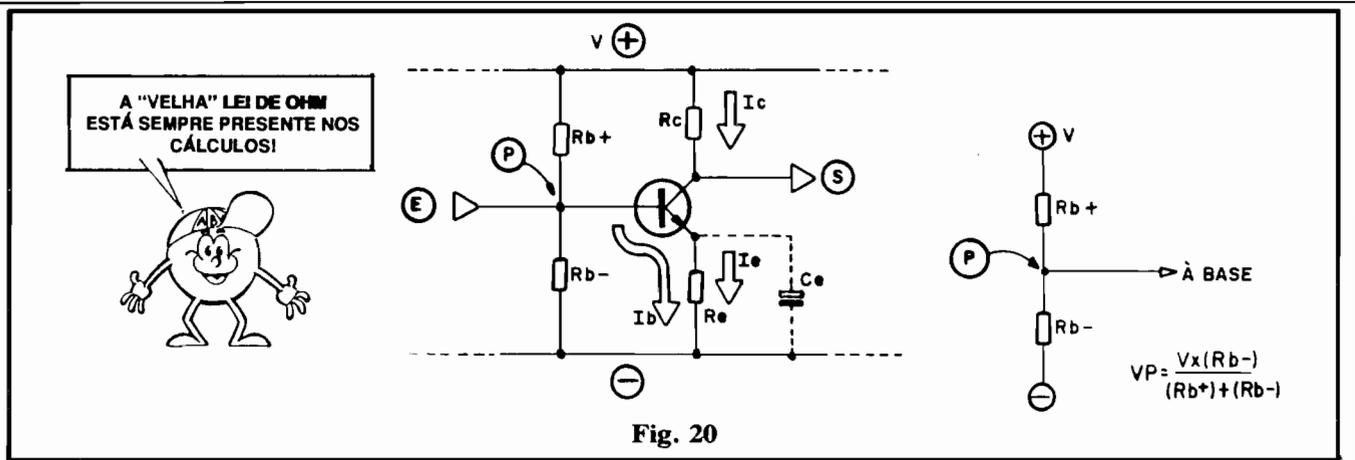

Fig. 20
- FIG. 20 - Polarização com divisor de tensão (2 resistores) - É o método “composto”, mais complexo, de levar um transístor ao seu “ponto” ideal de funcionamento... Em compensação, é também a maneira mais precisa e segura, para o componente e para o funcionamento do circuito, de “fixar” tal “ponto”... Nesse caso, a base “puxa” a sua polarização, a partir da tensão mostrada no “nó” ou centro de um divisor feito com dois resistores, um ao positivo da alimentação (R_{b+}) e um ao negativo (R_{b-}). Com esse método podemos fixar a tensão referencial de base num ponto relativamente elevado. Num exemplo: se a tensão geral de alimentação ($V+$) for de 9V, com R_{b-} “valendo” 6K8 e R_{b+} tendo um valor de 1K5, verificamos que a tensão presente na intersecção (ponto “P” no pequeno diagrama anexo...) será de 1,6V aproximadamente. Basta utilizar a fórmula básica para um divisor de tensão simples (também mostrada na figura). Acontece que esse nível um tanto elevado de tensão, embora favoreça o “posicionamento” do transístor na localização ideal da sua “região linear” de funcionamento, induziria a uma corrente de base talvez excessiva... Entretanto, como a corrente de base (I_b) tem como “escondouro” natural o próprio emissor do transístor (já que I_e é a soma de